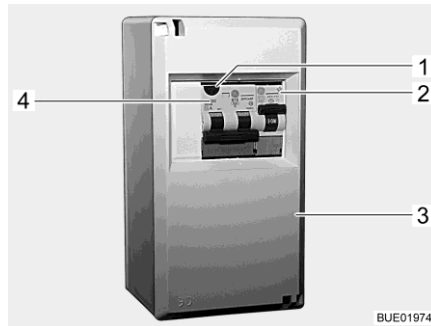
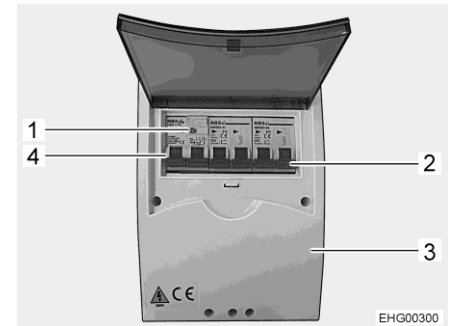

Fig. 131 Scatola dei fusibili a 230 V
Fig. 132 Scatola dei fusibili 230 V (variante)
Un interruttore di sicurezza per correnti di guasto combinato (Fig. 131,4 o Fig. 132,4) nella scatola dei fusibili (Fig. 131,3 o Fig. 132,3) protegge l'intero veicolo da correnti di guasto (0,03 A).
Per veicoli con dotazione opzionale (p. es. l'impianto di climatizzazione) un ulteriore interruttore di sicurezza (10 A) (Fig. 131,2 o Fig. 132,2) protegge l'apparecchio.
■ Se il veicolo è collegato all'alimentazione a 230 V, premere il tasto di controllo (Fig. 131,1 o Fig. 132,1). L'interruttore di sicurezza per correnti di guasto deve scattare.